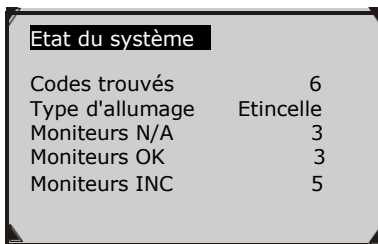
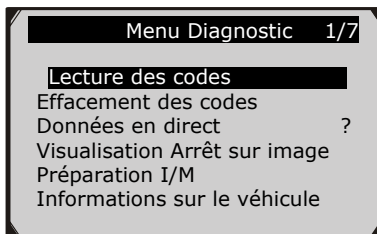

Figure 5.2
Figure 5.4
- 9) Visualisez un résumé de l'état du système (état MIL, nombre de DTC, état du moniteur) à l'écran. (Figure 5.2 ) Attendez quelques secondes ou appuyez sur n'importe quelle touche pour que le **menu de diagnostic** (Figure 5.4) apparaisse.
- 1) Utilisez les touches de défilement **HAUT/BAS** pour sélectionner **Effacement des codes** à partir du **Menu Diagnostics** et appuyez sur le bouton **OK**. (Figure 5.4)
- 1) Pour afficher les données en direct, utilisez le bouton de défilement **HAUT/BAS** pour sélectionner **Données en direct** dans le **menu Diagnostic** et appuyez sur le bouton **OK**. (Figure 5.4)